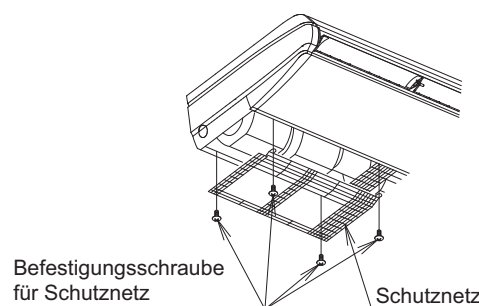
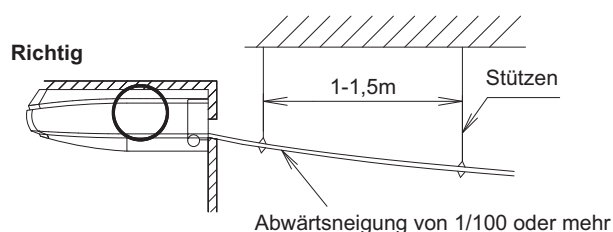
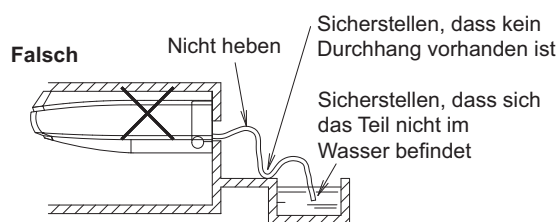

Abb. 21
Abb. 22
Abb. 23
- Beim Verlegen der Leitungen von links hinten/links nehmen Sie das Schutznetz ab. Entfernen Sie dann die Kappe des Ablaufstutzens und das Isoliermaterial vom linken Ablaufstutzen und setzen Sie diese am rechten Ablaufstutzen ein. Setzen Sie dabei die Kappe des Ablaufstutzens ganz ein, damit kein Wasser austreten kann. Befestigen Sie nach der Installation des Ablaufschlauchs (1) (Zubehör) das Schutznetz in der umgekehrten Reihenfolge wie beim Entfernen. (Siehe Abb. 21)
- Wählen Sie den Rohrleitungsdurchmesser gleich oder größer als den des Ablaufschlauchs (1) (Zubehör) (Rohrleitung aus Polyvinylchlorid, Nenndurchmesser 20 mm, Außendurchmesser 26 mm).
- Installieren Sie die Ablaufleitungen so kurz wie möglich mit einer Abwärtsneigung von 1/100 oder mehr, um Luftabschluss zu vermeiden. (Siehe Abb. 22 und Abb. 23) (Das kann ungewöhnliche, zum Beispiel blubbernde Geräusche verursachen.)
- Installieren Sie Stützen im Abstand von 1 bis 1,5 m, damit sich die Rohrleitungen nicht verbiegen. (Siehe Abb. 22)